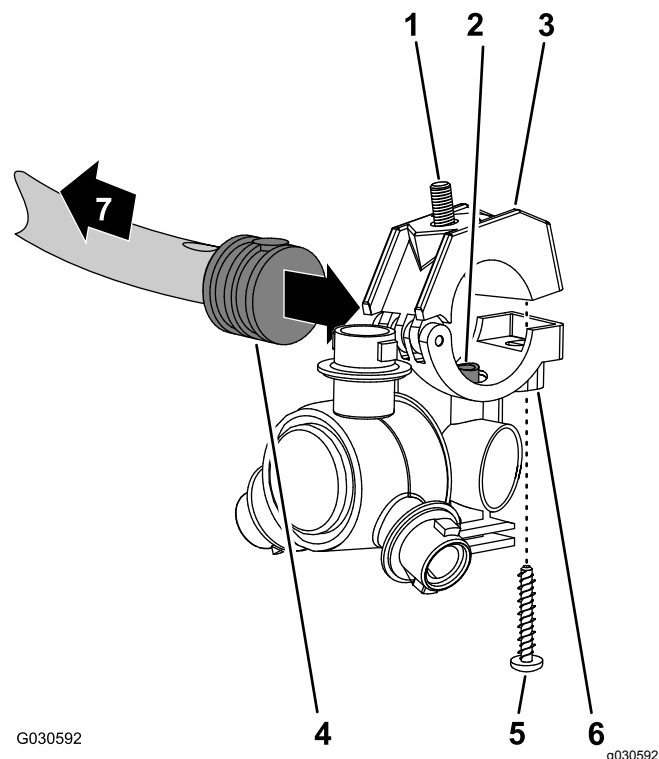

Bild 143
1. Fluchten Sie den Transferschlauch im Sattel einer Sprühdüse (Bild 143) mit dem Loch in der Seite des gezahnten Einzelschlauchschäfts (1/2") aus.
2. Schließen Sie die obere Klemmenhälfte um den gezahnten Schlauchschäft und befestigen Sie die Klemmenhälfte und das Sprühdüsengehäuse (Bild 143) mit der Edelstahlschraube (Nr. 12 x 1 1/4"). Ziehen Sie die Edelstahlschraube bis auf 14-18 Nm an.